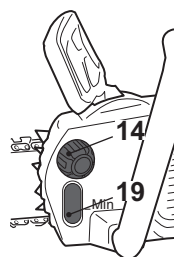

Fig. 11
- > Vérifiez le niveau d'huile [19] avant d'allumer la machine, puis régulièrement au cours du travail. Remplissez le réservoir chaque fois que la jauge passe en-dessous du seuil «**MIN**» (Fig. 11).